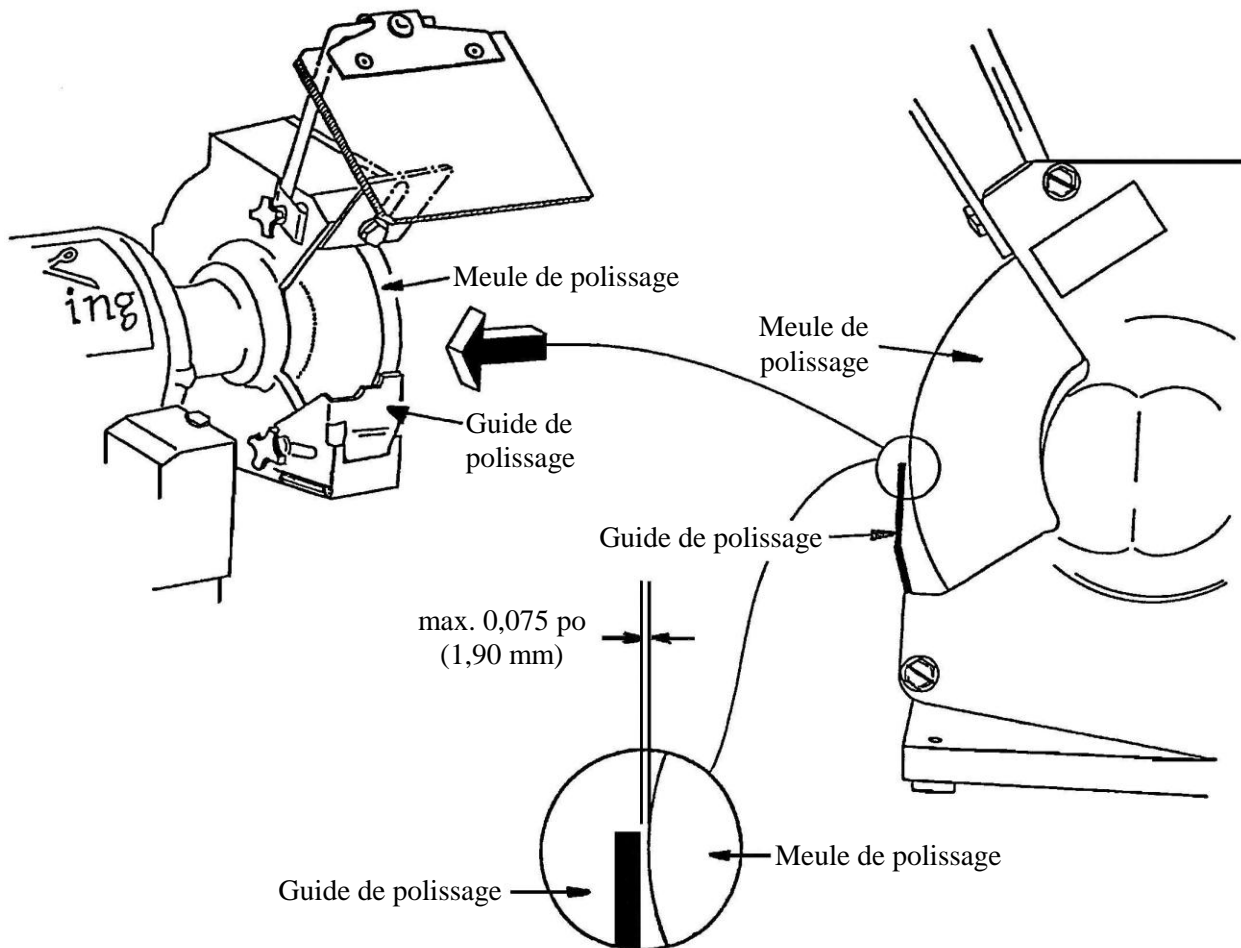

Figure 8
8.3.7 Réglage du guide de la meule de polissage (voir la figure 8)